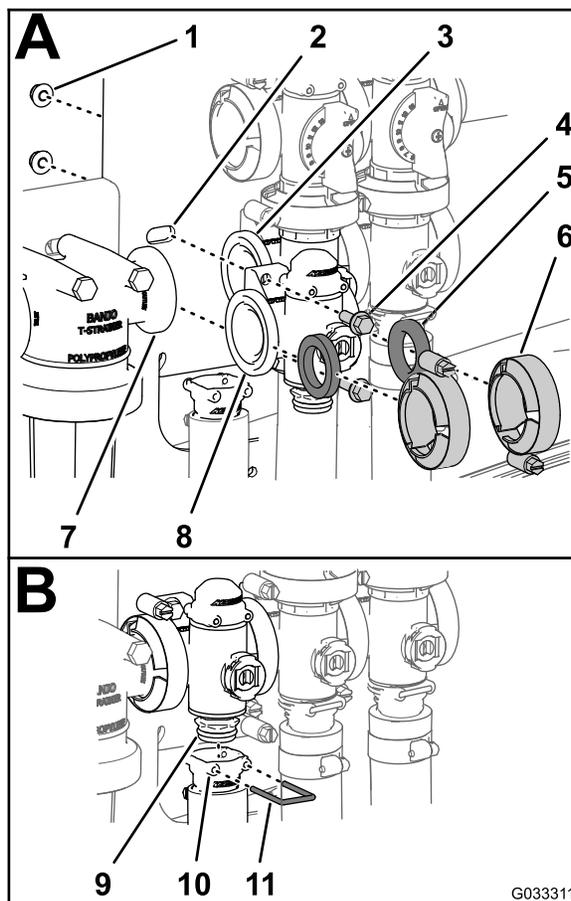

Figura 75
1. Allineate guarnizione tra le flange del collettore della valvola di comando del volume e la testa del filtro della pressione (A di Figura 75).
2. Montate il collettore della valvola di comando del volume, la guarnizione e la testa del filtro della pressione con un morsetto serrato manualmente (A di Figura 75).
3. Allineate guarnizione tra le flange del collettore della valvola di comando del volume e della valvola dell'agitatore (A di Figura 75)
4. Montate il collettore della valvola di comando del volume, la guarnizione e il collettore della valvola dell'agitatore con un morsetto serrato manualmente (A di Figura 75).
5. Montate la valvola di comando del volume sul supporto della valvola con i 2 bulloni a testa flangiata e i 2 dadi di bloccaggio flangiati (A di Figura 75) rimossi nel passaggio 3 della sezione Rimozione della valvola del collettore di comando del volume \(pagina 66\) e serrate il dado e il bullone a 1017–1243 N·cm.
6. Montate il raccordo di uscita sul raccordo del tappo terminale inferiore della valvola del collettore (B di Figura 75).
7. Fissate il raccordo del tappo terminale al raccordo di uscita inserendo un fermo nella presa del raccordo di uscita (B di Figura 75).